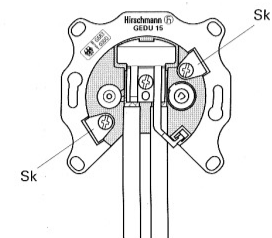

Fig. 6
6. Antennensteckdose in UP-Dose einsetzen und mit beiden Spreizkrallen Sk befestigen (Fig. 6).
box and fix with the two expanding claws Sk (Fig. 6).
6. Insérer la prise d'antenne dans le boîtier UP et fixer avec les deux crampons écarteurs Sk (Fig. 6).